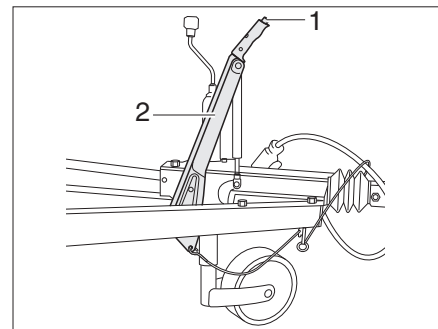

Fig. 13 Variante Frein à main
- Pour desserrer, appuyer sur le bouton de sûreté (Fig. 13,1) et abaisser le levier de frein (Fig. 13,2).